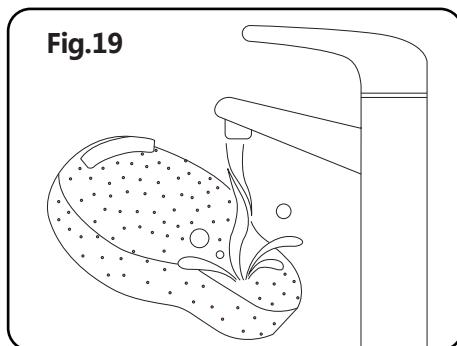

Fig.19
(6) Comme indiqué sur la fig.19, retirez le filtre HEPA et lavez-le.
(7) Lavez le couvercle du filtre HEPA, le montage HEPA, l' éponge de sortie et le compartiment à poussière avec de l' eau et du détergent y séchez-les avant d' aspirer à nouveau.
(8) Ajustez le montage du filtre HEPA dans le couvercle du compartiment et assurez-vous que les trois cubes sortants soient piégés dans les rainures du compartiment à poussière.
(9) Tournez le montage HEPA dans le sens indiqué par la marque sur le couvercle du compartiment.
(10) Montez le couvercle du compartiment à poussière tel qu' indiqué par la marque extérieure.